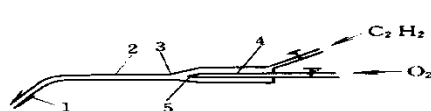
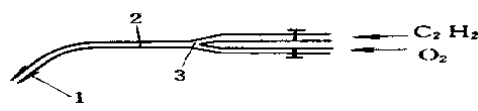

图 1 等压式焊炬
图 2 射吸式焊炬
5) 焊炬: 又称焊枪, 作用是用来控制气体混合比例、流量以及火焰结构, 它是焊接的主要工具。所以对焊炬的要求是能方便地调节氧与乙炔的比例和热量的大小, 同时要求结构重量轻、安全可靠。焊炬按可燃气体与氧气混合的方式不同分为等压式 (如图 1 所示) 与射吸式 (如图 2 所示) 两种。